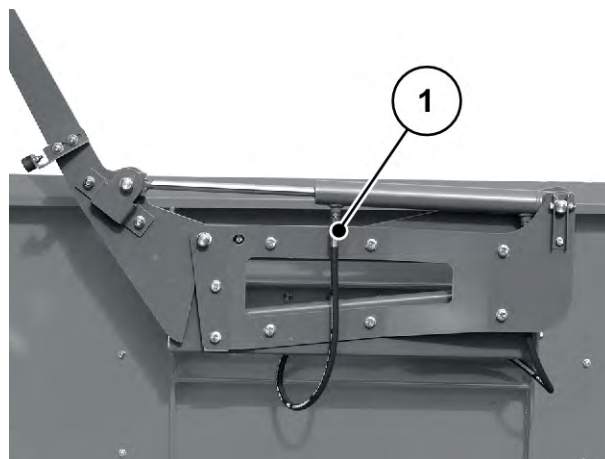

Fig. 102: Hydraulcylinder presenning
- hydraulcylinder för presenningens drivenhet, Fig. 102 Hydraulcylinder presenning